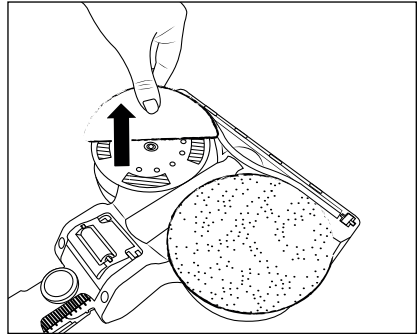

Afb. 16
- 1) Pak de sluiting 33 van het schoonwaterreservoir 32 met de vingers vast en trek hem omhoog uit de vulopening van het schoonwaterreservoir 32 (zie afb. 16).
- 2) Vul het schoonwaterreservoir 32 met leidingwater of gedestilleerd water (zie afb. 16).